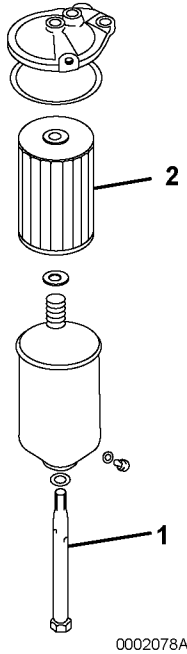

Figura 1
2. Retire el perno central (**Figura 1, (1)**) de la parte inferior del filtro y saque el elemento de filtro (**Figura 1, (2)**).
3. Sustituya el elemento por uno nuevo y apriete el perno central (**Figura 1, (1)**).